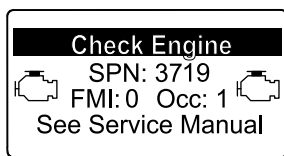

Figure 48
- Avertissement moteur SPN 3719, FMI : 0 (Figure 48)